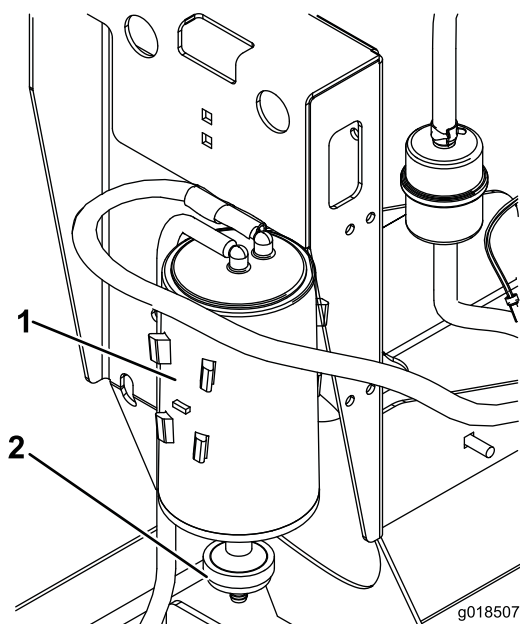

Figura 20
2. Retire e deite fora o filtro de ar do recipiente de carbono (Figura 20).